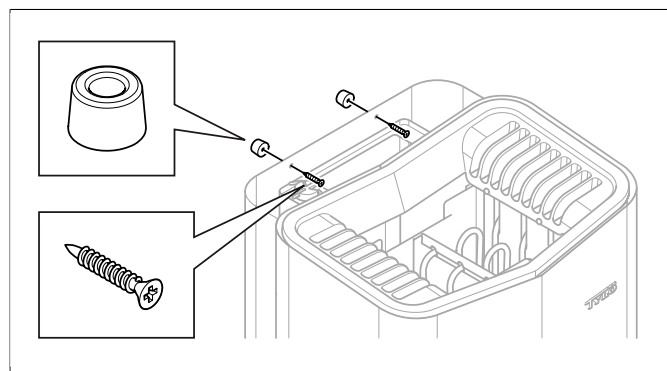

Fig 12: Montera distanserna
10. Montera distanserna mellan aggregatet och väggen (för att hindra aggregatet från att kunna lyftas av) (se **Fig 12**, sidan 5).